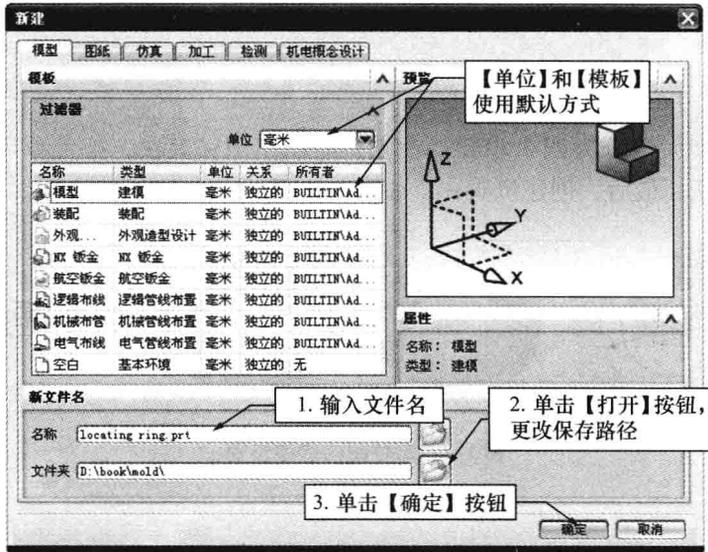
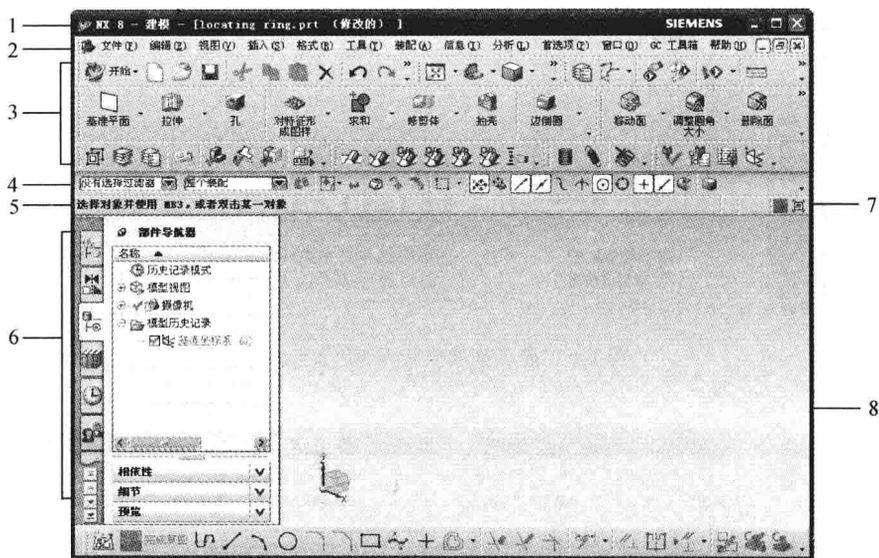

图 1-4 【新建】对话框和新建文件步骤
图 1-5 NX 8 标准显示界面
(2) 新建 NX 文件。在【标准】工具条中单击【新建】按钮,弹出【新建】对话框,如图 1-4 所示。按照图 1-4 所示的步骤操作,将弹出 NX 8.0 标准显示界面,如图 1-5 所示。标准显示界面的描述如表 1-1 所示。